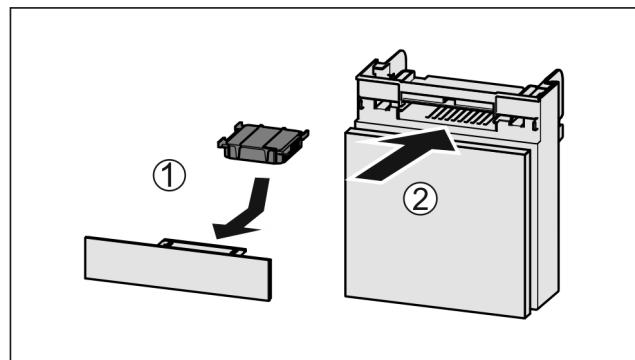

Fig. 102
- ▶ 按图装入 Fig. 102 (1) 活性炭过滤器。
- ▶ 推入 Fig. 102 (2) 抽屉。